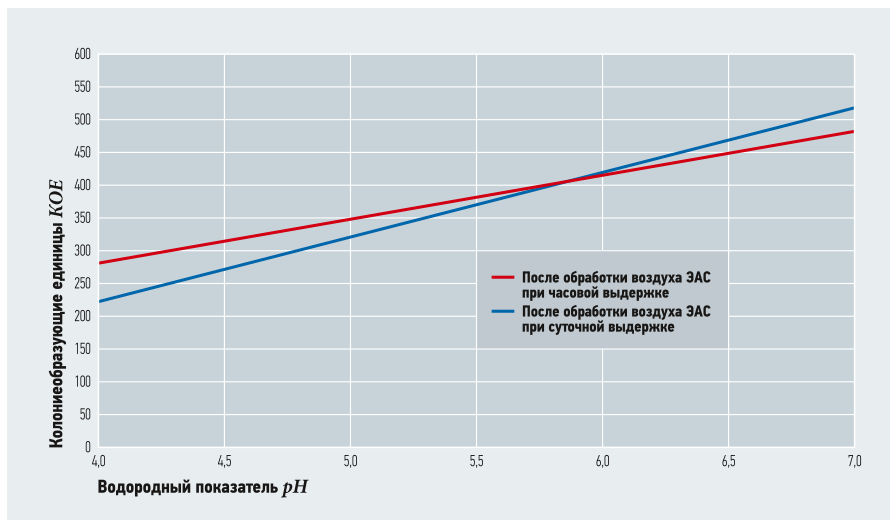

Рис. 1. Зависимость числа колоний микроорганизмов от величины рН
На основе уравнения (2) построены графические зависимости (рис. 1).
Мобильный кондиционер с водяным охлаждением состоит из вентилятора, воздушного фильтра, испарительной кассеты, насоса и ёмкости, заполняемой водой (рис. 1). Отличительной особенностью данного устройства является отсутствие воздуховода.
❖ **Рис. 1.** Принципиальная схема мобильного кондиционера без воздуховода (1 — панель управления; 2 — вентилятор; 3 — насос; 4 — контур подачи воды в фильтр; 5 — испарительная кассета; 6 — резервуар с холодной водой)